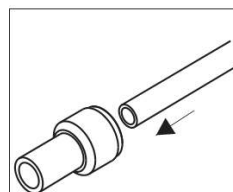

Fig. 4
- 1) Įstumti vamzdelį į greito jungimo apkaustą (tinkamai sujungtas vamzdelis yra įnertas 1.5cm gilyn į greito jungimo apkaustą) (fig. 4).